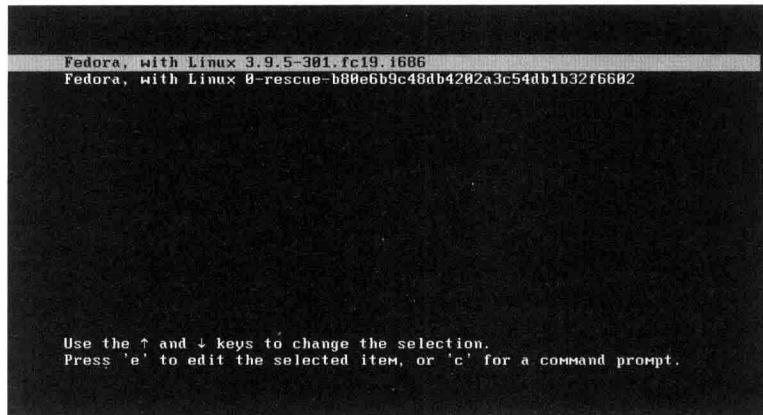

图2.15 Fedora启动界面
(24) 在VMware软件中，选择“虚拟机”|“发送Ctrl+Alt+Del”命令，重新启动Fedora操作系统，进入Fedora启动界面，如图2.15所示。